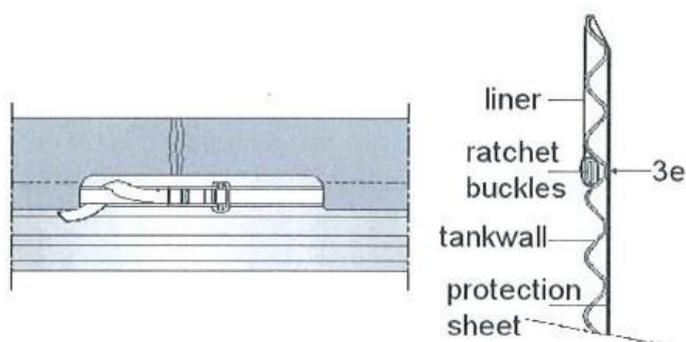

Figura 13
9. De modo a assegurar-se que o revestimento tem a tensão correcta, a marca (GENAP e data de fabrico) no GENATEX 630 verde, deve ser deixada na extremidade superior do depósito (Figura 13) – entre a 3ª e 4ª ondulação a contar do topo.